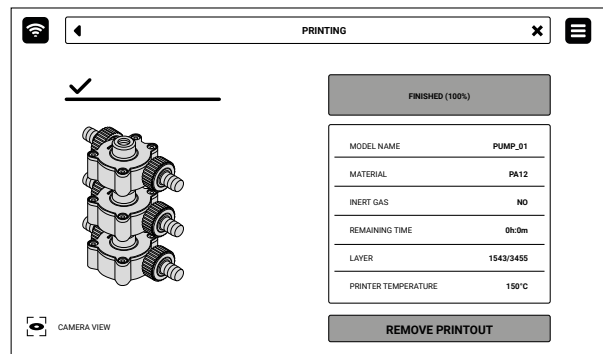

Abb. 8.1 Der Bildschirm informiert den Benutzer oder die Benutzerin, dass der Druckvorgang abgeschlossen ist.
1. Sobald auf dem Bildschirm die Meldung **FINISHED** erscheint (Abb. 8.1), ist der Druckvorgang beendet. Wähle die Schaltfläche **REMOVE PRINTOUT**, um es aus der Druckkammer zu holen.